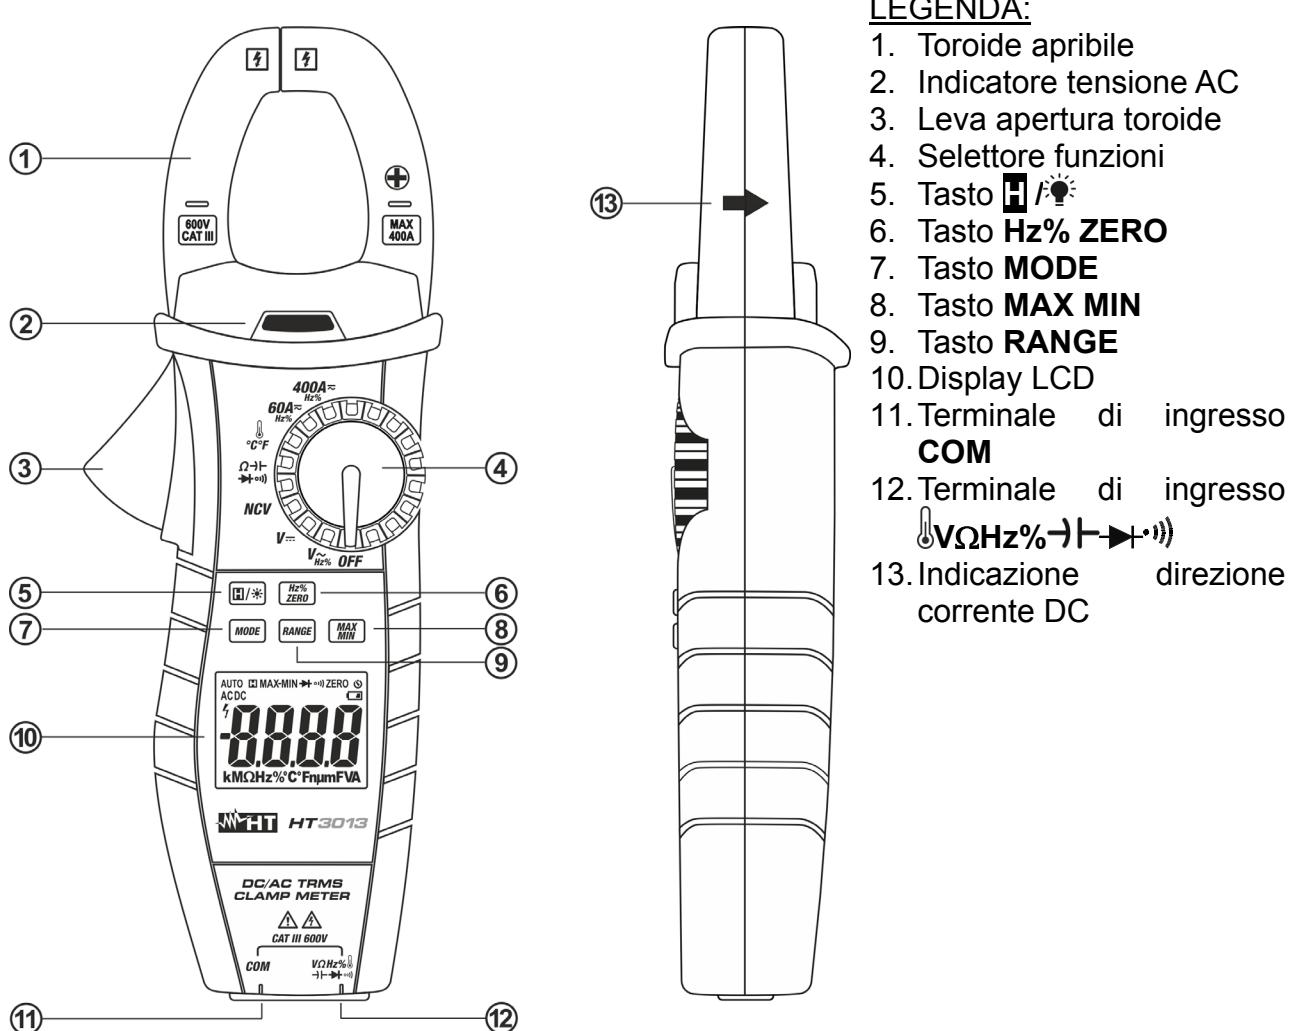

Fig. 1: Descrizione dello strumento
3. Notare la frequenza di lampeggio intermittente dell'indicatore presente sullo strumento (vedere Fig. 1 – parte 2) e il suono emesso dallo stesso che aumenta progressivamente di intensità in prossimità della sorgente AC